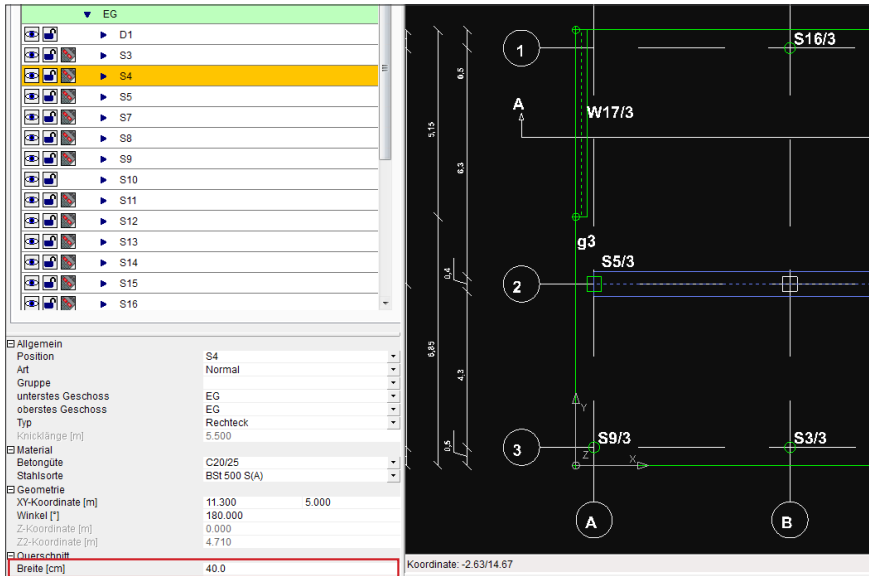

Bild 24: Dimensionierung Stütze
- Bild 24: Dimensionierung Stütze | **24**